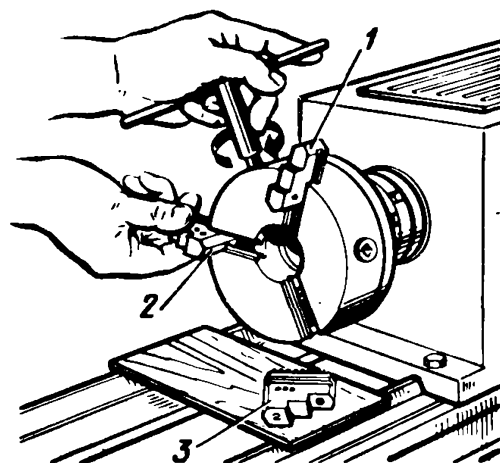

Рис. 8
5. Установить кулачки в патрон (рис. 8). Разместить на щитке кулачки в порядке нанесенных на них меток 1, 2, 3. Патронным ключом, вставленным в квадратное гнездо патрона между пазами под кулачки 1 и 2, вращать большое коническое колесо, на обратной стороне которого имеется спиральная резьба. Как только начало витка резьбы покажется в первом пазе патрона, необходимо немного повернуть колесо в обратном направлении, вставить первый кулачок в первый паз и продолжать вращать колесо до подхода витка резьбы к следующему пазу 2. Затем таким же образом вставить кулачки 2 и 3. При правильной установке кулачки должны одновременно сходиться к центру патрона.